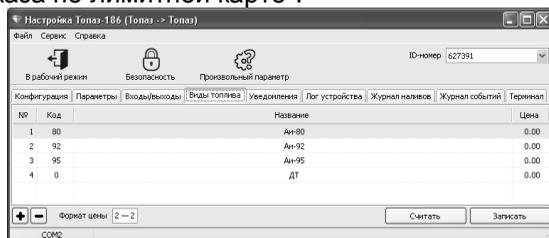

Рисунок 3
8.3 Настройка соответствия видов топлива кошелькам в базе данных производится на вкладке "Виды топлива" (рисунок 3).